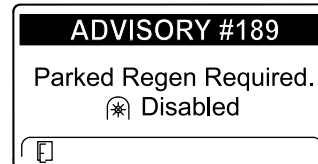

Bild 51
- Wenn Sie eine geparkte Regenerierung nicht innerhalb von zwei Stunden durchführen, wird im InfoCenter „Parked regeneration required – power takeoff disabled ADVISORY #189“ angezeigt (Bild 51).